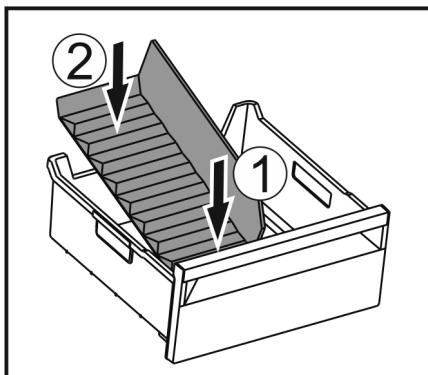

Fig. 103
- Vorderen Teil des Eisfach-Trenners einsetzen. Fig. 103 (1)
- Hinteren Teil des Eisfach-Trenners bis zum Schubfachboden absenken. Fig. 103 (2)